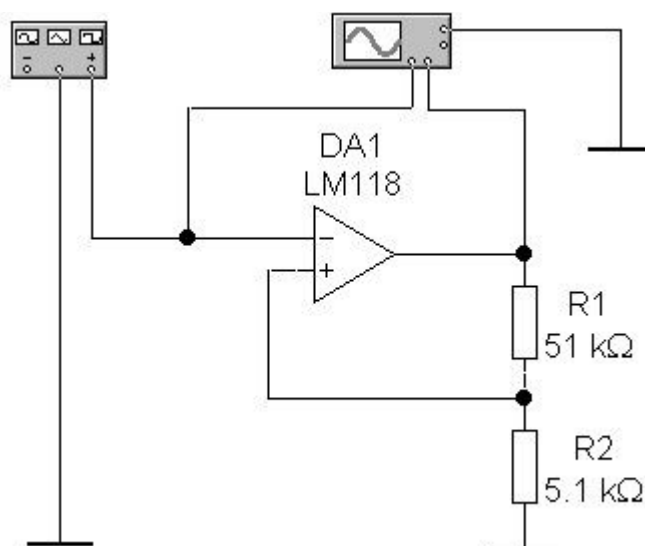

Рис. 5.19. Принципиальная схема триггера Шмитта на ОУ
5.4.5. Для исследования триггера Шмитта на ОУ соберите схему, изображенную на рис. 5.19. Здесь используется сравнительно быстродействующий ОУ типа LM118 из библиотеки LM1xx.